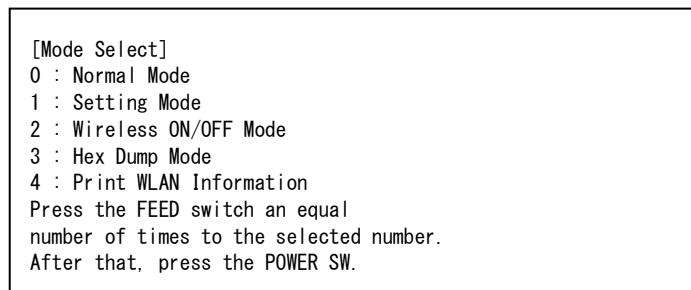

図 10-5 モード選択メッセージ（無線LAN搭載モデル）
- ③ テスト印字が終了すると、図 10-5のモード選択のメッセージが印字されます。
- ⑤ 無線LAN情報の印字が終了すると、図 10-5のモード選択のメッセージが印字されます。